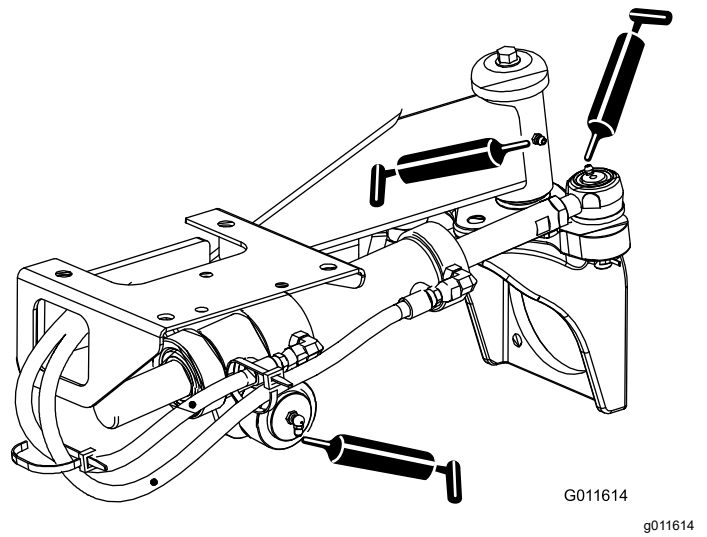

Figura 34
- Articuciones esféricas del cilindro de dirección (2) y eje trasero (1) – Figura 34